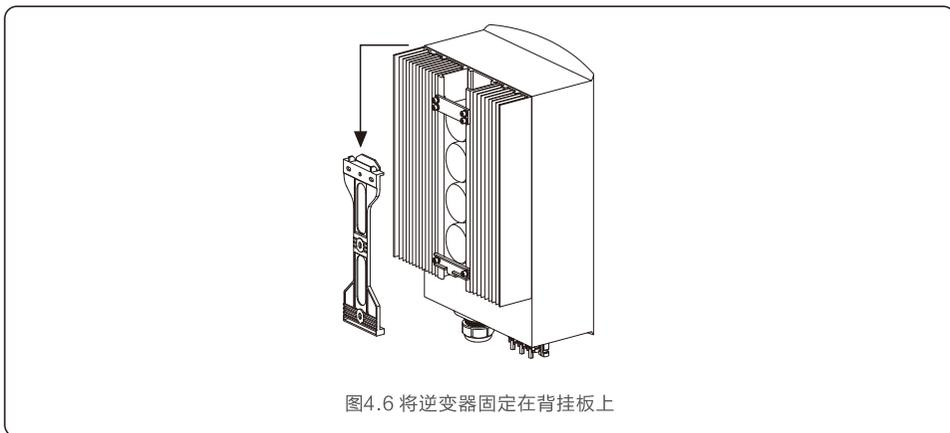

图4.6 将逆变器固定在背挂板上
4. 将逆变器抬起，使得逆变器背部安装支架中的开孔，对准背挂板上部的凸起，然后缓慢将逆变器固定到安装板上，直到逆变器牢固安装后，操作人员才可松开设备（如图4.6）。